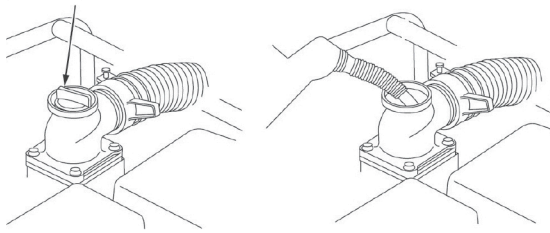

Рис. 9
3. Викрутіть пробку заливної горловини насоса (Рис. 9);